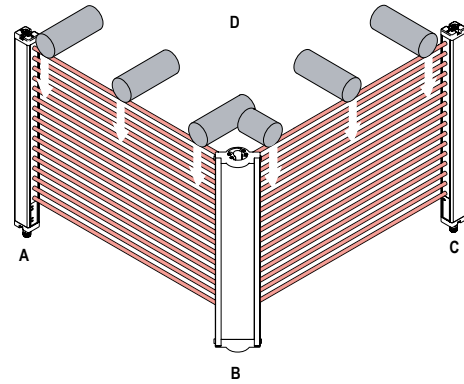

Figura 24. Prova di interruzione con prisma
5. Se l'applicazione fa uso di prismi: Effettuare un test della zona di rilevamento su ciascun tratto del percorso ottico (ad esempio, tra emettitore e prisma e tra prisma e ricevitore, vedere Figura 24. Prova di interruzione con prisma (pagina 55)).